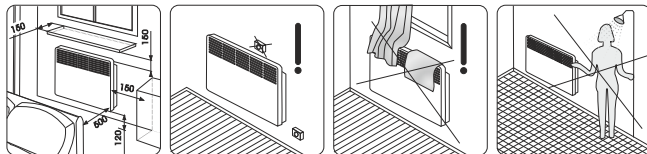

Рис. 3
8. Также в комплект поставки входят 4 пластмассовых кронштейна (два верхних, два нижних) для настенного монтажа конвектора. При необходимости использования конвектора на стене, необходимо установить кронштейны на заднюю часть прибора, закрепить их крепежными винтами, входящими в комплект поставки, и с помощью кронштейнов повесить прибор на стену. При установке конвектора на стену, необходимо соблюдать минимальное расстояние от предметов (см. рис.3)